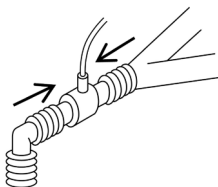

図1
1. 図1のように、エアアダプタを気管内チューブと人工呼吸器Yピースの間の呼吸回路近位端に接続します。